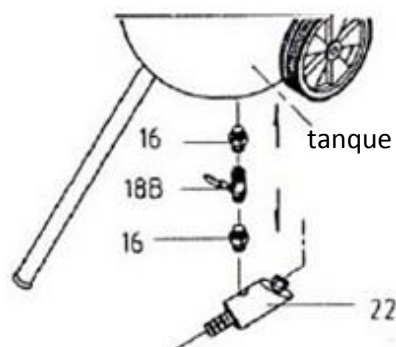

Figura 4
3. Coloque el tanque (1) sobre la mesa de manera que las cuatro abrazaderas queden hacia arriba. Consulte la figura número 3. Atornille la trampa de aire (17) y sus partes en el orificio ubicado en el costado del tubo de entrada. A continuación, enrosque el extremo libre del tubo de conexión (13) al tubo de entrada (14) y al manómetro (15) montado en el orificio roscado en el lateral del tubo de llenado en la parte superior del tanque. Asegúrese de que la manguera de entrada y el manómetro estén verticales.
4. Consulte la Figura 4 para obtener instrucciones sobre cómo montar la válvula de salida de arena en el orificio ubicado en la parte inferior del tanque.